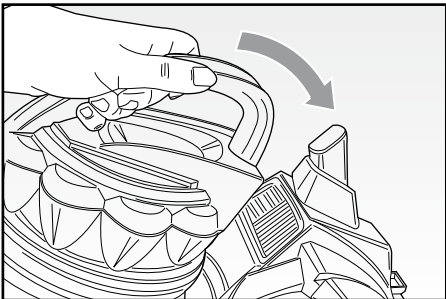

Fig. 11
- Prima di procedere con un nuovo utilizzo, occorre riassemblare il contenitore (A).
- Inserire il filtro completo all'interno del contenitore (A) e bloccarlo ruotandolo in senso antiorario.
- Reinserire poi il contenitore della polvere completo (A) sul corpo dell'apparecchio premendolo leggermente fino ad udire lo scatto di avvenuto aggancio (Fig. 11).